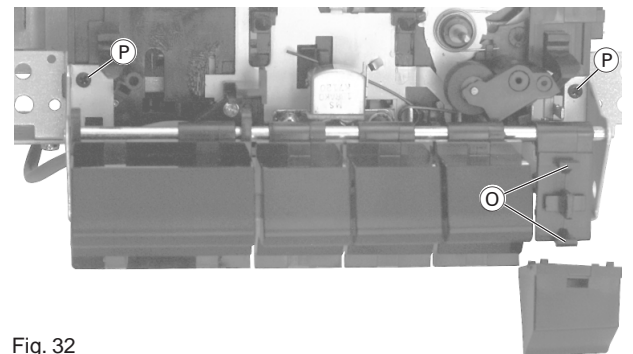

Fig. 32
- Jeweils die beiden Rastnasen **O** (Fig. 32) auf den Tastenträgern austrasten und die auszuwechselnden Tasten abnehmen.
- Die 2 Schrauben **P** (Fig. 32) des auszubauenden Rahmens herausschrauben.
- Disengage the two catches **O** (Fig. 32) on each of the button carriers and remove the buttons which are to be replaced.
- Undo the 2 screws **P** (Fig. 32) of the frame which is to be removed.